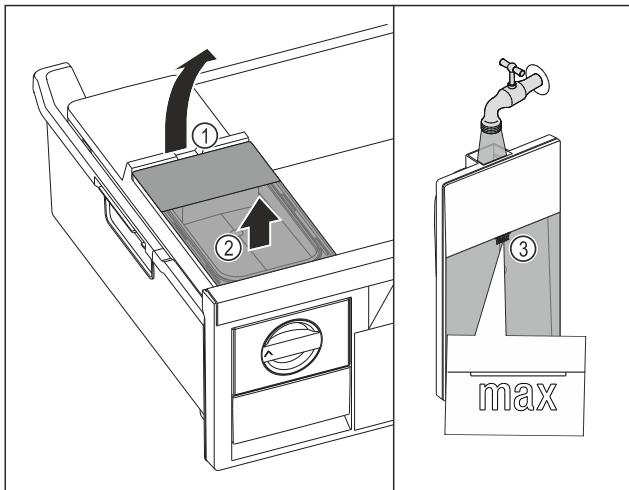

Fig. 76
- Ridicați rezervorul de apă de la degajare Fig. 76 (1).
- Scoateți rezervorul de apă în sus. Fig. 76 (2)
- Umpleți rezervorul de apă până la marcaj Fig. 76 (3) cu apă potabilă.